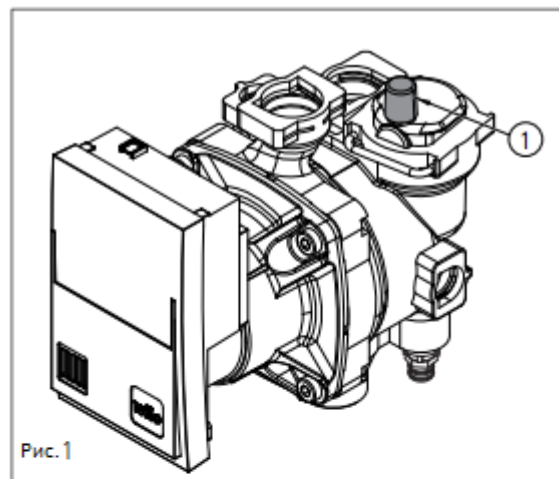

Рис. 1
2. Немного ослабьте колпачок автоматического воздухоотводчика (поз. 1 на рис. 1) для сброса воздуха из системы.
8. Отверните колпачок насоса (поз. 2 на рис. 1), чтобы удалить пузырьки воздуха и снова закройте колпачок, чтобы не допустить утечки.